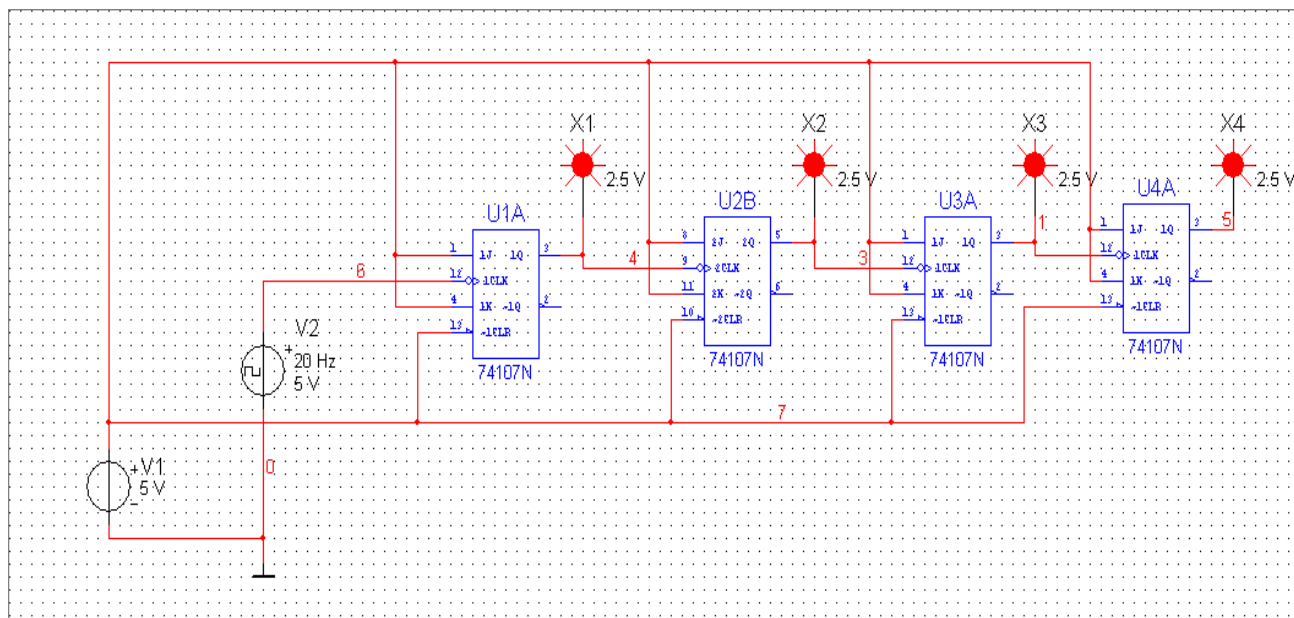

Рисунок 4 Схема для моделирования асинхронного четырёхразрядного счётчика на JK – триггерах
2.2.1 Открыть модель **x_A4rCounter.ms10** для исследования асинхронного четырёхразрядного счётчика на JK - триггерах (рис. 4) или собрать её самостоятельно.